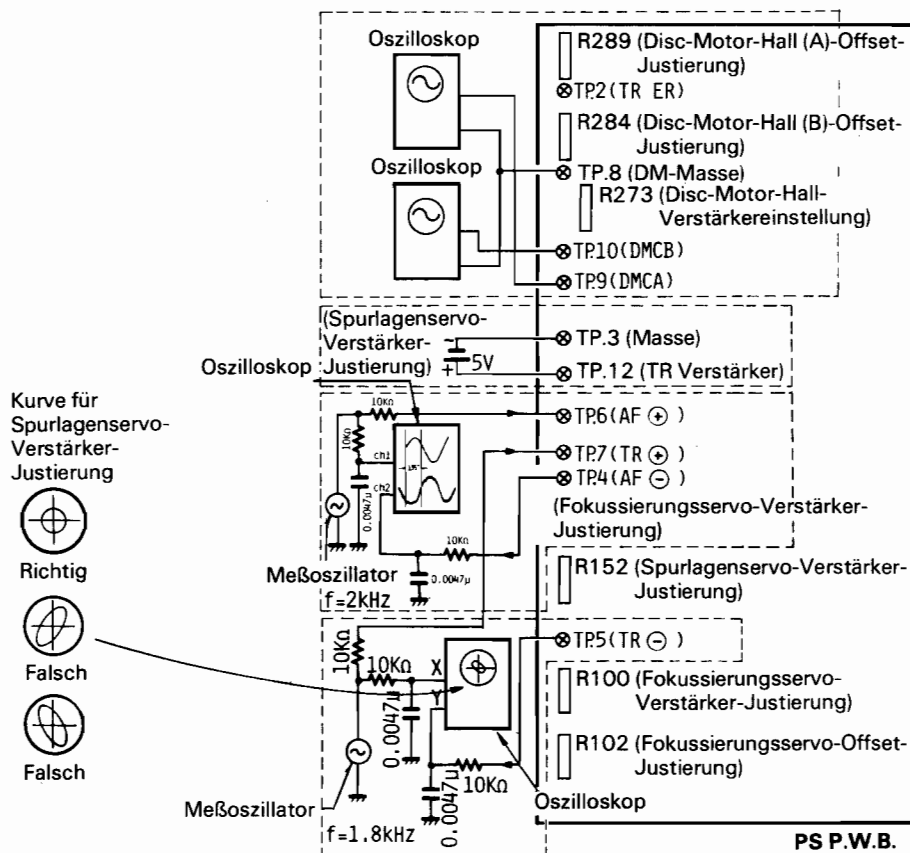

Abb. 28
- [1] Den Meßoszillator und das Oszilloskop anschließen, wie in Abb. 28 gezeigt.
- [1] Meßoszillator und Oszilloskop anschließen, wie in Abb. 28 gezeigt.
- [5] R152 so einstellen, daß die Oszilloskopkurve wie das richtige Beispiel in Abb. 28 aussieht.